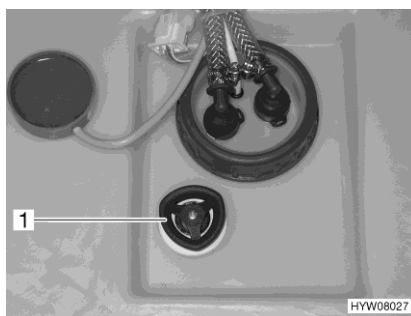

Bild 152 Ratt (vattentank)
- Vrid ratten (Bild 152,1) på vattentanken medurs till stoppläget.
- Vrid ratten (Bild 152,1) på vattentanken 3/4-varv moturs. Vattnet rinner ut tills ca 20 liter är kvar.
- Vrid ratten (Bild 152,1) på vattentanken moturs mot motståndet till stoppläget för att öppna utloppsöppningen helt.